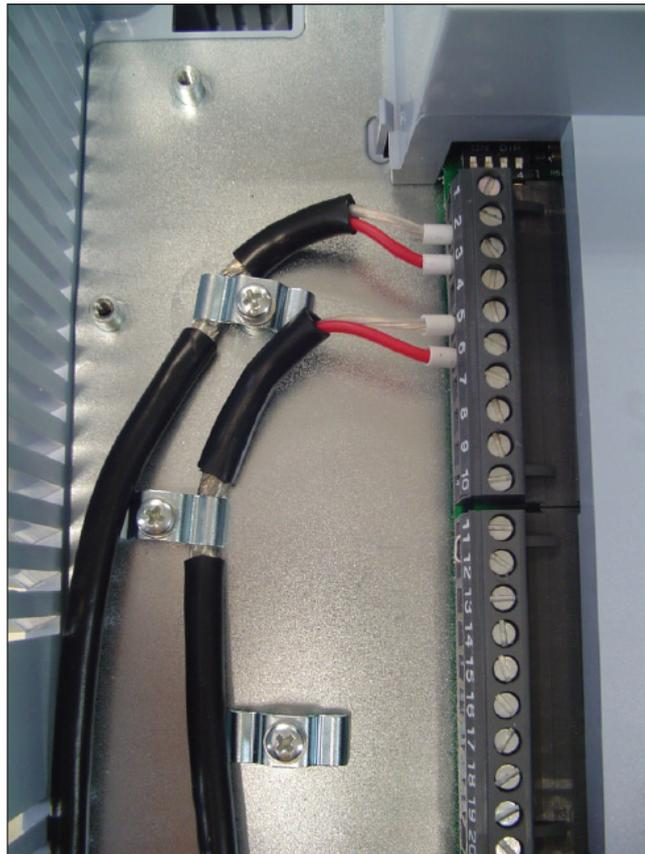

Figura 3.13: Exemplo de conexão da blindagem dos cabos de controle.
As funções e conexões típicas são apresentadas na figura 3.13 (a) e (b).
- 4) A correta conexão da blindagem dos cabos é apresentada na Figura 3.13.